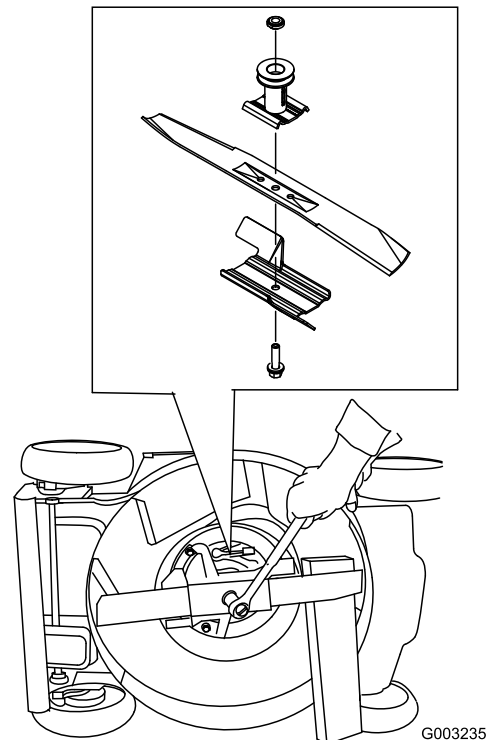

Figura 38
- Usate un blocco di legno per tenere ferma la lama (Figura 38).